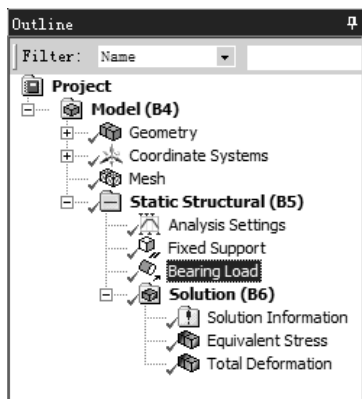
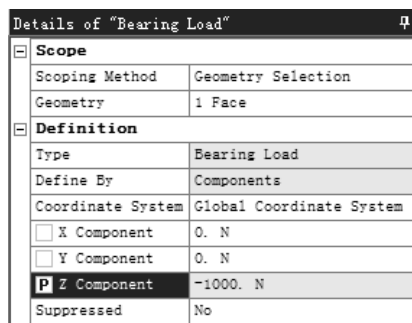
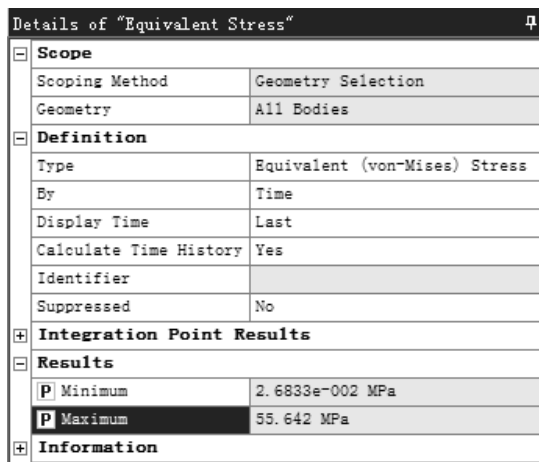
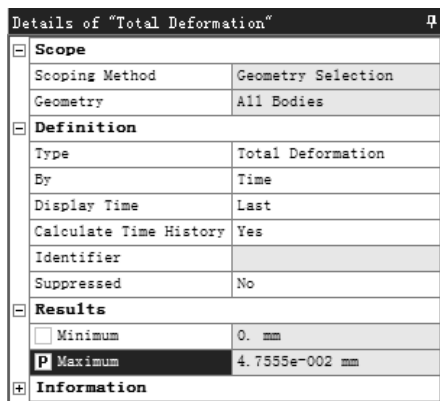

图 2.3.12 “Outline”窗口
图 2.3.13 “Details of ‘Bearing Load’”对话框
图 2.3.14 “Details of ‘Equivalent Stress’”对话框
图 2.3.15 “Details of ‘Total Deformation’”对话框
(1) 在“Engineering Data”项目列表中双击  Model 选项，进入模型界面。
(2) 在图 2.3.12 所示的“Outline”窗口中选中  Bearing Load 节点，然后在图 2.3.13 所示的“Details of ‘Bearing Load’”对话框中选中 **P Z Component** 选项，将轴承载荷作为第 2 个输入参数。
(1) 在图 2.3.12 所示的“Outline”窗口中选中  Equivalent Stress 节点，然后在图 2.3.14 所示的“Details of ‘Equivalent Stress’”对话框中选中 **P Minimum** 和 **P Maximum** 选项，将最小和最大应力作为输出参数。
(2) 在图 2.3.12 所示的“Outline”窗口中选中  Total Deformation 节点，然后在图 2.3.15 所示的“Details of ‘Total Deformation’”对话框中选中 **P Maximum** 项目，将最大位移作为输出参数。